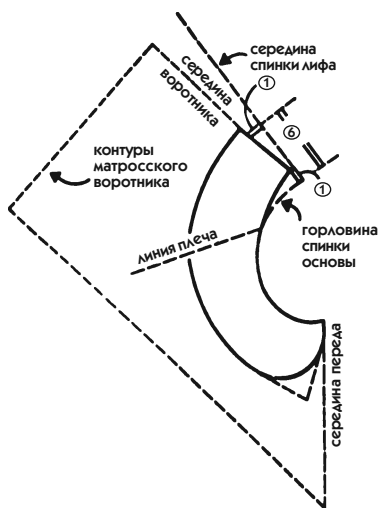

Рис. 401
1. Постройте половину линии горловины, соединив линии плеча переда и спинки (пунктирная линия на рис. 401). Задание может быть выполнено на уменьшенной модели.
2. Проведите наклонно линию середины воротника, отступив от верхней точки горловины спинки на 6 см ниже и на 1 см от срединной линии переда (на рис. 401 сплошная линия, продолжающаяся пунктиром).
2. Начертите горловину спинки и середину воротника (см. пояснение к рис. 401).
На рис. 401 мелкой пунктирной линией показаны контуры классического воротника «матроска».